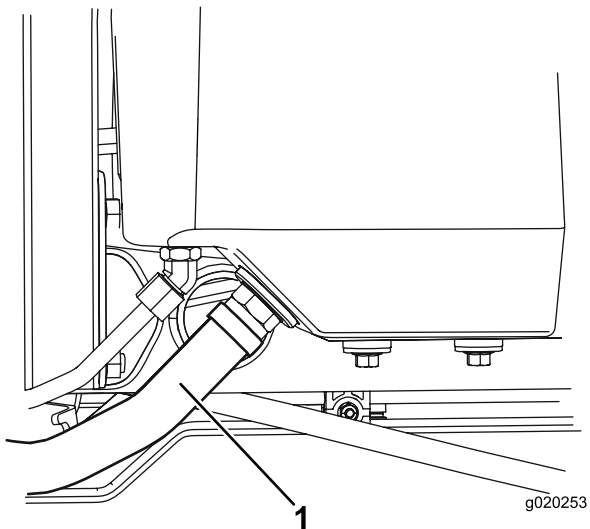

Рисунок 80
2. Отсоедините большой гидравлический шланг (Рисунок 80) от бака и дайте гидравлической жидкости стечь в сливной поддон.